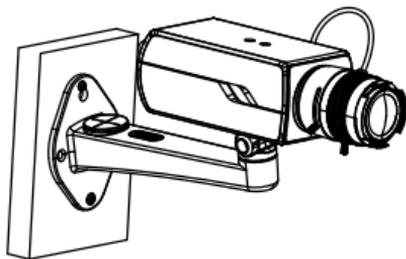

图2-20 安装摄像机
- 4. 安装摄像机：**使用螺钉将摄像机固定到支架上，并调整摄像机至需要监控的方位，然后拧紧支架紧固螺钉，固定摄像机，如图 2-20 所示。